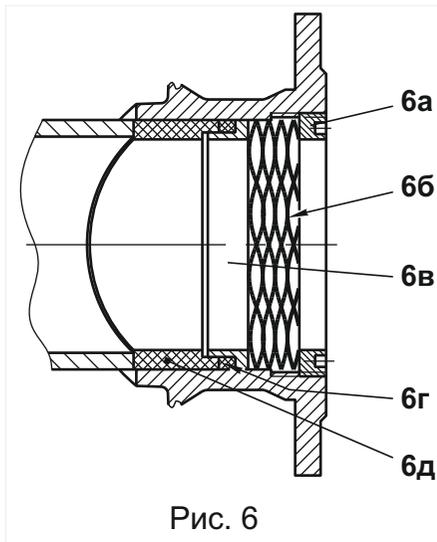

Рис. 6
4.3.5 Регулировка пропуска газа (рис. 6).